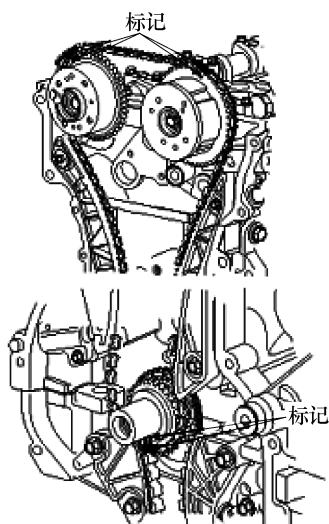

图 8-15 将 1 号气缸设置于 TDC 位置
- 3) 如图 8-15 所示曲轴键应与主轴承盖的接合面对齐。这样, 将 1 号气缸的活塞置于压缩行程的上止点。